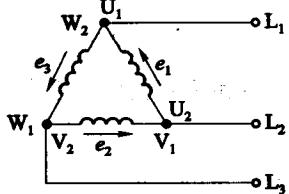

图 1-11 三相电源的三角形连接
(3) 三相电源的三角形连接 如图 1-11 所示，将三相发电机每一相绕组的末端和另一相绕组的始端依次相连就构成了三相电源的三角形连接。